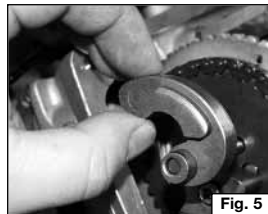

Fig. 5
- Estrarre la massa alzavalvola (**Fig. 5**).
- Remove the relief valve mass (**Fig. 5**).
- Enlever la masse ouvre soupape (**Fig. 5**).